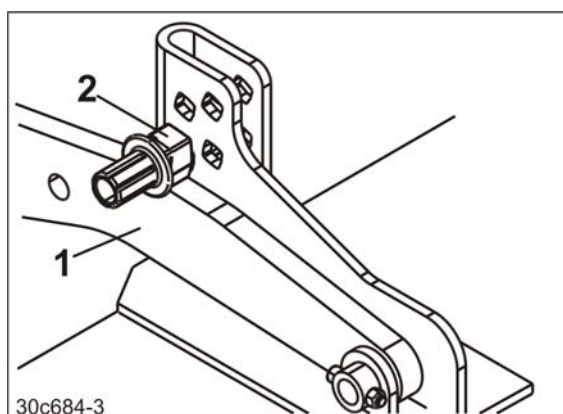

図 116
- ・ サポートアーム（図 116/1）は耕深制御ピン（図 116/2）を支えにします。
7. 両サポートアーム（図 116/1）が耕深制御ピンに接しているか確認してください。